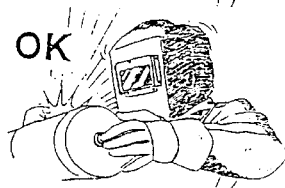

рис.2
• Никогда, ни при каких обстоятельствах не смотрите на вспышку электрической дуги без соответствующей защиты для глаз (Рис.2).